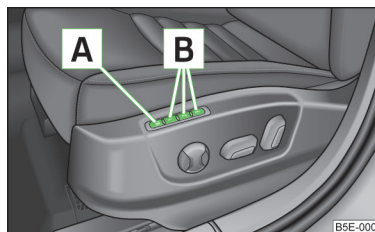

Fig. 50
Funcția Memory pentru scaunul șoferului oferă posibilitatea memorării poziției scaunului șoferului și a oglinzilor exterioare. Fiecăreia din cele trei taste de memorare **B** » fig. 50 îi poate fi alocată câte o poziție de reglare.
- Apăsați tasta **SET** **A** » fig. 50.
- Apăsați tasta de memorare dorită **B** » fig. 50.
- Apăsați **scurt** tasta de memorare dorită **B** » fig. 50 când contactul este decuplat și portiera șoferului deschisă.
- Apăsăți și mențineți apăsată o tastă oarecare de memorare **[B]** » fig. 50 la pagina 76. După ca scaunul a trecut în poziția memorată la tasta respectivă, apăsăți simultan tasta **[A]** de pe cheia cu telecomandă, în interval de 10 secunde.
- Apăsăți și mențineți apăsată tasta **[SET]** **[A]** » fig. 50 la pagina 76. Apăsăți simultan tasta **[A]** de pe cheia cu telecomandă, în decurs de 10 secunde.